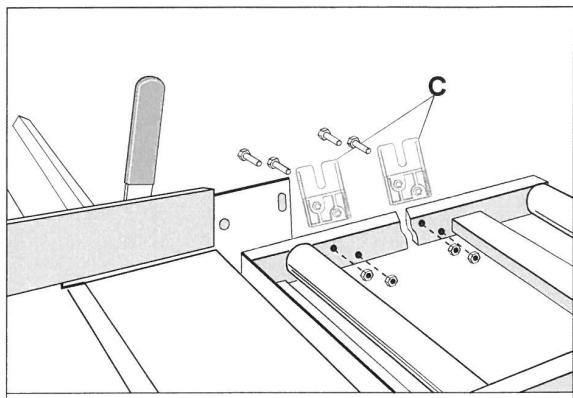
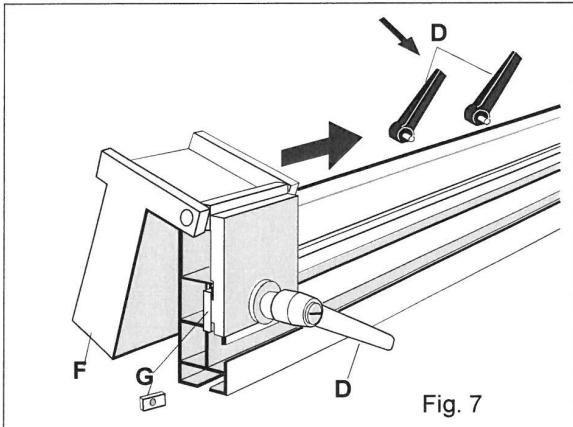
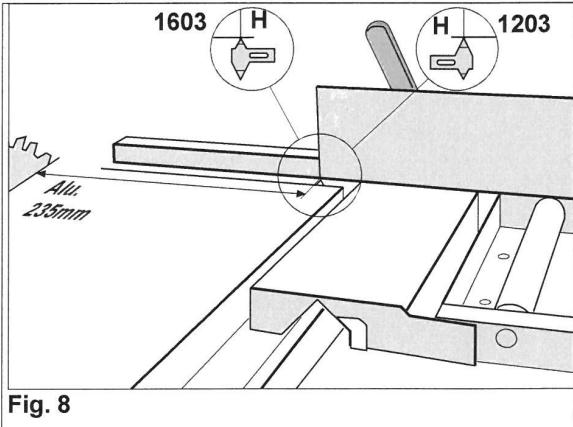

Fig. 6
Fig. 7
Fig. 8
- Monter brakettene **C** på rullebordet som vist i *fig. 6*. Før deretter mutterne **G** inn i det nederste sporet på anholdet og skru så låsehendlene **D** i mutterne (*fig. 7*). Monter deretter anholdet med låsehendlene i sporet på brakettene **C** (*fig. 6*).
- For at målebåndet på anholdet skal vise riktig ved kapping av arbeidsstykket, stilles sagbladet i kappeposisjon **0°** og låses i løftet stilling. Juster anholdet i lengderetningen slik at avstanden mellom aluminiumsanholdet og sagbladets tenner måler **235mm** (*fig. 8 og 9*). Anholdet låses med låsehendlene **D** (*fig. 7*). Bruk materialstopperen og kontroller at innstillingen er riktig ved å foreta en prøvekapping. Når anholdet er riktig justert, justeres også pilen **H** bak på sagbordet som vist i *fig. 8 og 9*. Pilens skal markere enden av aluminiumsanholdet. Det vil senere være lett å stille anholdet tilbake i denne posisjonen.
- Før den fellbare materialstopperen **F** inn på anholdet fra enden, slik at mutteren **G** kommer inn i aluminiumsprofilen. (Se *fig. 7*.)